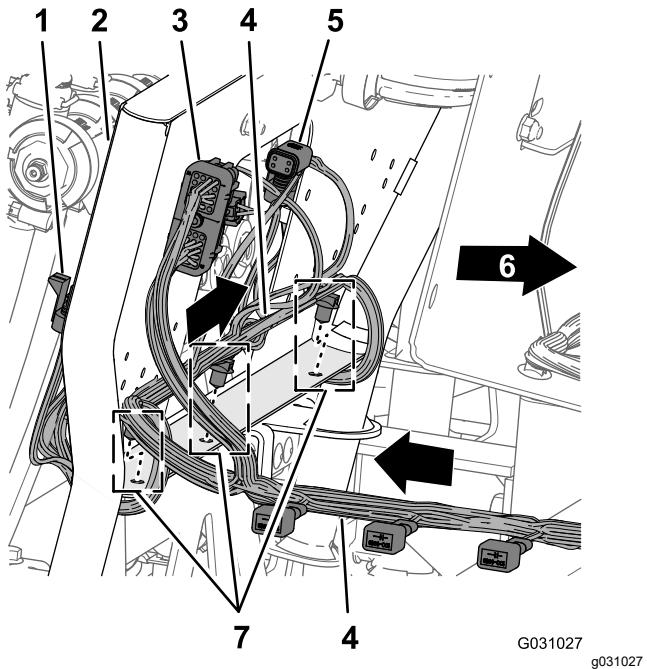

Рисунок 99
- Проложите ответвление жгута проводов длиной 203 см через заднюю часть опоры крепления 10 клапанов так, чтобы 10 разъемов для клапанов сопел были направлены назад и находились под клапанами (Рисунок 99).
нижнего фланца опоры крепления 10 клапанов (Рисунок 99).